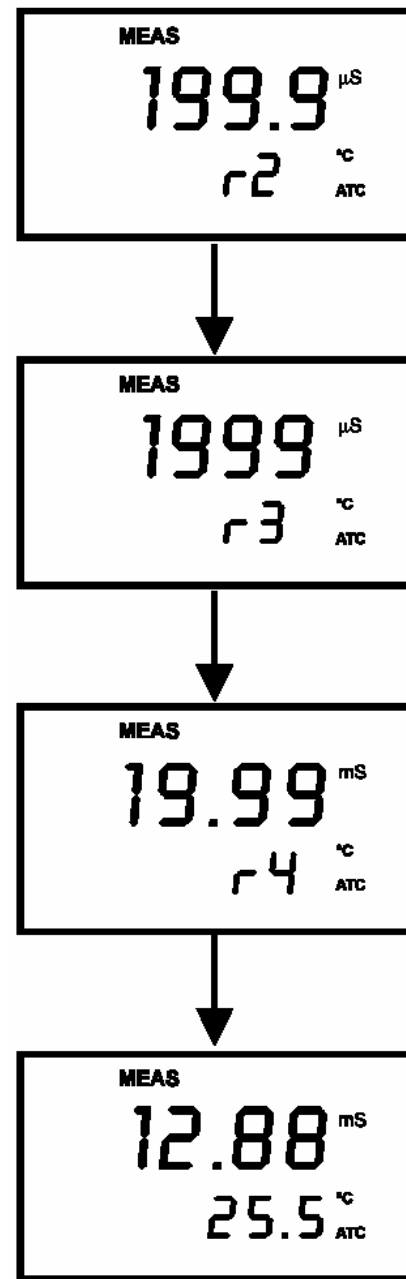

Figure 21 – Fonction de sélection automatique de la gamme
4. L'affichage principal indique la valeur de conductivité réelle. Voir figure 21.